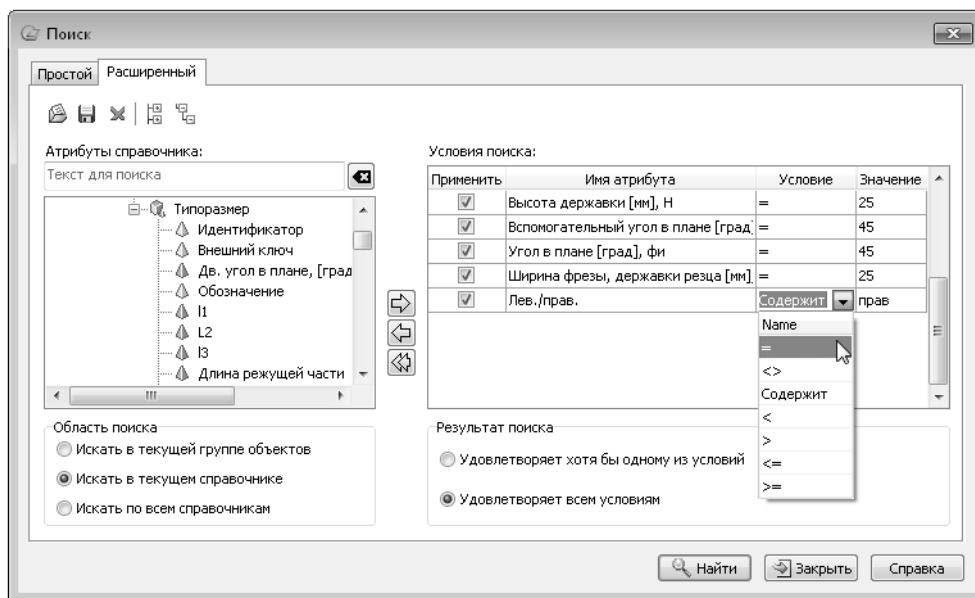

Рис. 5.5.
- 15.8. Аналогичным образом добавьте в список для поиска следующие критерии и их значения (рис. 5.5):